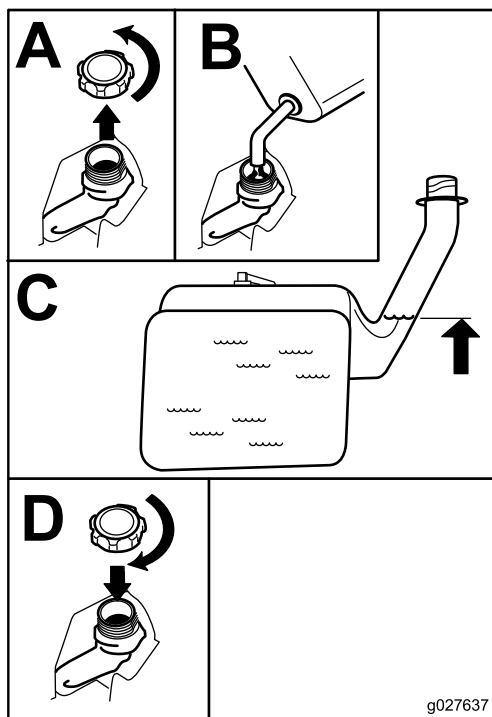

Figura 7
2. **Añada gasolina sin plomo lentamente** Figura 7 hasta que el combustible llegue a la base del cuello de llenado ().